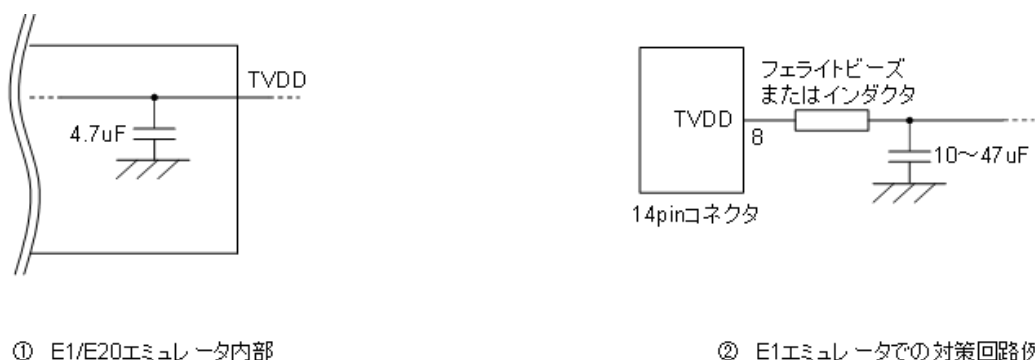

図 2-7 ホットプラグイン向け対策回路
図 2-7 ①のように E1 エミュレータの 8 番ピンには、エミュレータ内部で 4.7 $\mu$ F のコンデンサが付いているため、ホットプラグイン接続を行う場合はユーザシステム上の電源電圧が一瞬低下する場合があります。この電圧降下により MCU リセットが発生する可能性があります。図 2-7 ②に示すように、エミュレータ接続コネクタの TVDD ラインの直近にフェライトビーズ (またはインダクタ) と低 ESR で大きめなコンデンサを付けることで症状を軽減することができますが、本対策は、電圧降下を完全に改善するものではありません。なお、ホットプラグイン接続はデバッグ時のみ有効な機能であり、本機能を使用する場合は、別売のホットプラグインアダプタが必要です。